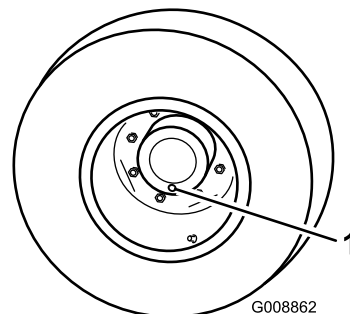

図 53
1. 平らな場所で、点検/ドレンプラグが一番低い位置時計の6時の位置に来るように停止させる 図 53。